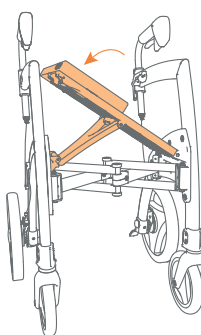

Abbildung 8: Drücken Sie den Sitz hinunter, bis Sie ein „Klick“ hören.
- b. Drücken Sie mit der Hand den Sitz nach unten, bis dieser einrastet. Wichtig: erst wenn Sie ein deutliches „Klick“ hören, ist der Sitz in der richtigen Position (**Abbildung 8**).